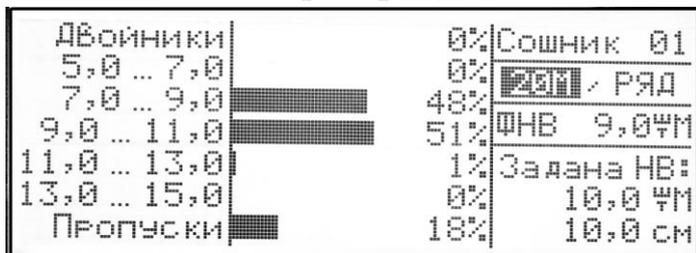

Рисунок 39
4.8.1 Длительным нажатием кнопки  из режима «Готовность» можно включить режим «Анализ сева», при этом на дисплей выводится окно рисунок 39.
- на последних 20 метрах сева (рисунок 39);
4.8.2 В окне рисунок 39: